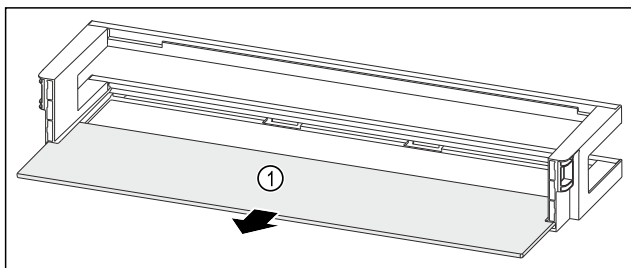

Fig. 64 Oviteline säilytyshyllyn kanssa
- ▶ Ota säilytyshylly Fig. 64 (1) pois.